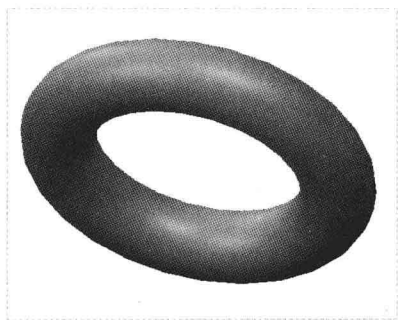

图 11-44 图形文件
Step 01 按【Ctrl+O】组合键,打开图形文件,如图 11-44 所示,在绘图区选择元件,单击“操作”面板中的“复制”按钮 .